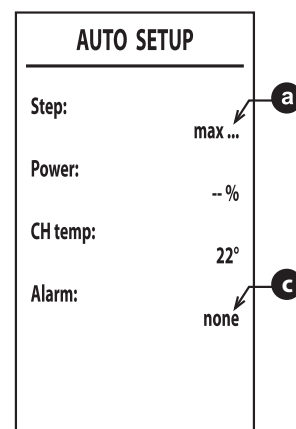

fig. 60 -
- Na de ontsteking wordt de brander ingesteld op de verschillende vermogens (max, med, min) die met punt **a** ("fig. 60 -") worden aangegeven.
- Indien de in punt "6" beschreven ontstekingsvolgorde niet slaagt, verschijnt de boodschap max_err op het punt **a** en een foutcode op het punt **c** ("fig. 60 -").